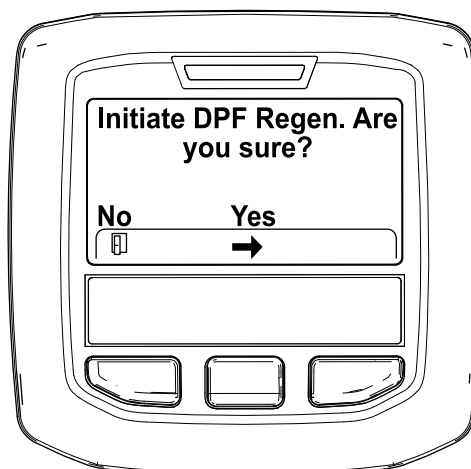

Figura 32
4. Quando surgir a mensagem "Initiate DPF Regen. Are you sure?" (Iniciar Regen. DFP. Tem a certeza?), prima o botão central (Figura 32).